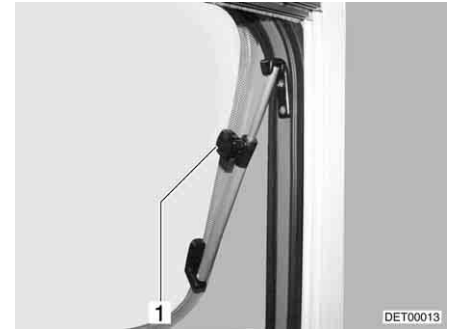

Fig. 65 Fenêtre projetante avec bras pivotants, ouverte
- Ouvrir la fenêtre projetante jusqu'à la position voulue et la bloquer avec la molette (Fig. 65,1).
- Tourner la molette (Fig. 65,1) jusqu'à ce que le dispositif de blocage soit libéré.